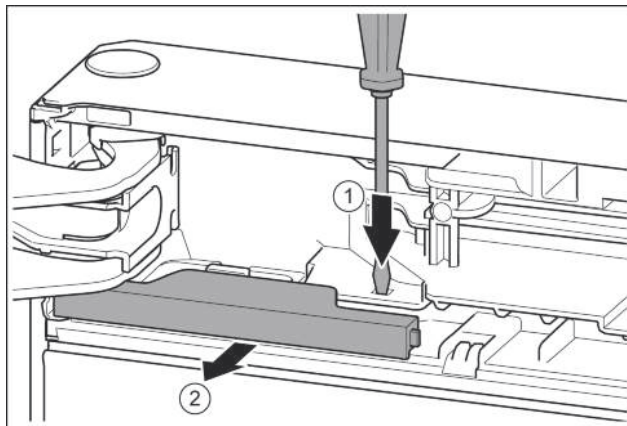

Fig. 11
- Нажать накладку шлицевой отвёрткой. Fig. 11 (1)
- Вынуть крышку из зацепления. Fig. 11 (2)